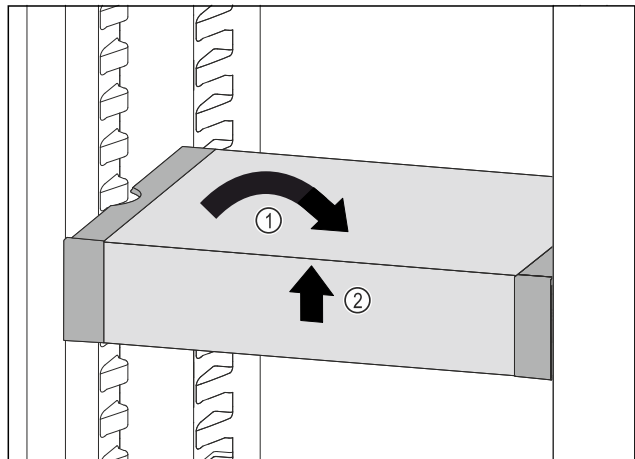

Fig. 162
- ▶ Установите VarioSafe прямо. Fig. 162 (1)
- ▶ Приподнимите VarioSafe спереди. Fig. 162 (2)